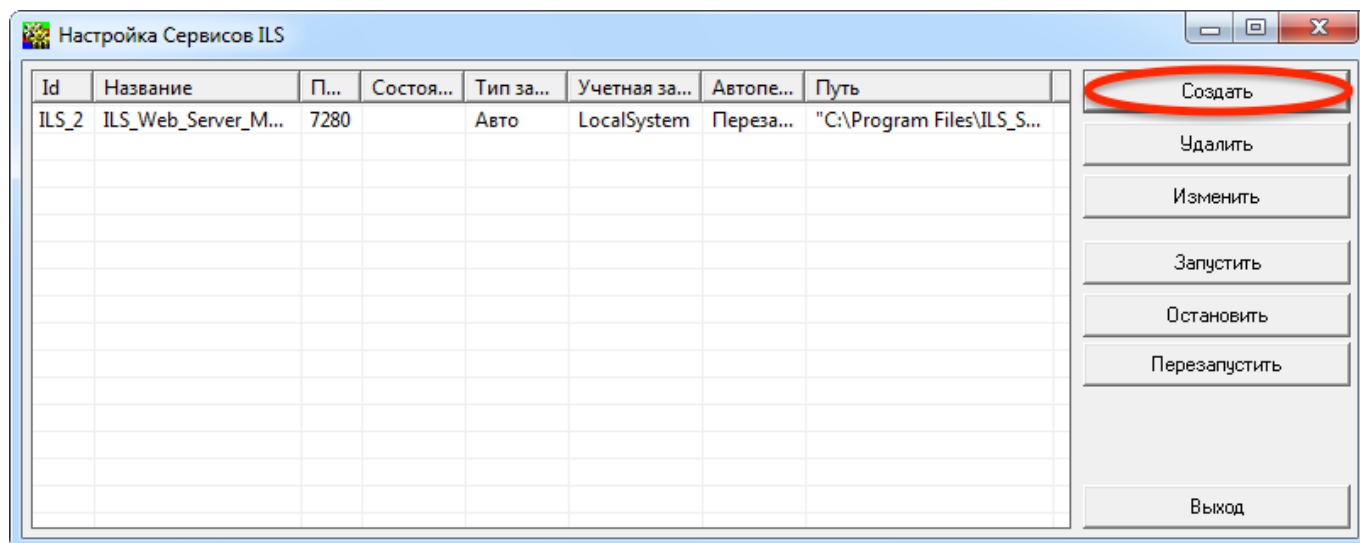

Рис. 4-4 – Окно настройки сервисов
2) В открывшемся окне «Настройка сервисов ILS» (рис. 4-4) нажать кнопку «Создать».